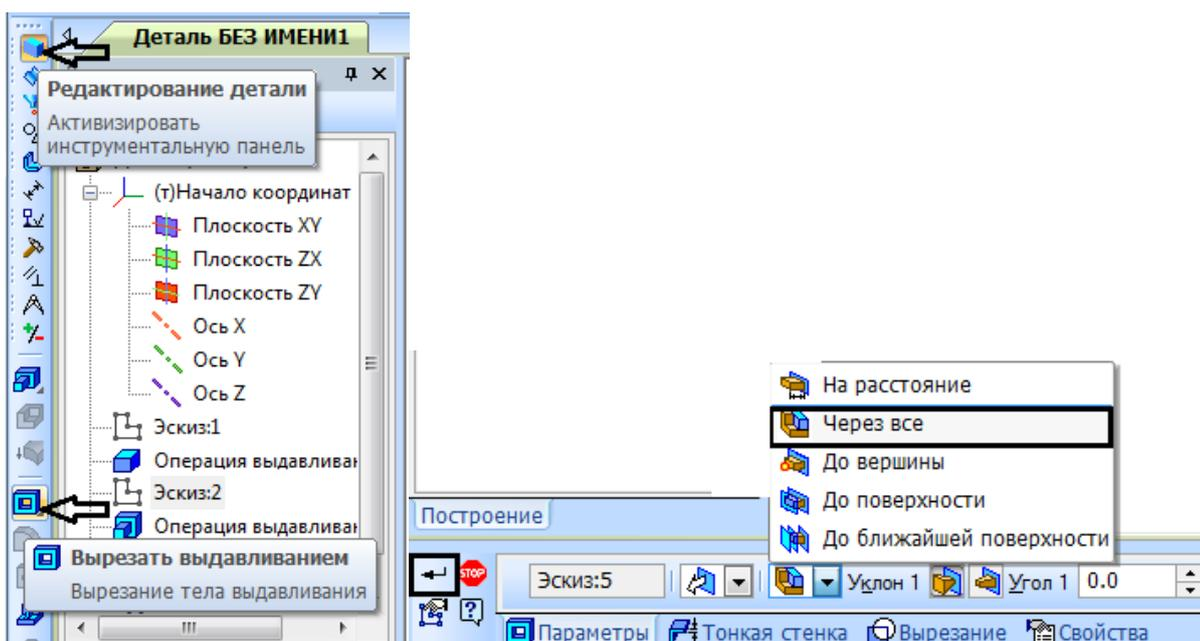

Рисунок 33.
13. На панели  **Редактирование** нажмите кнопку  **Вырезать выдавливанием**, указав в параметрах «На расстояние» - «Через все» (рисунок 33). На экране появится фантом выреза. Для завершения операции нажмите  **Создать объект**.